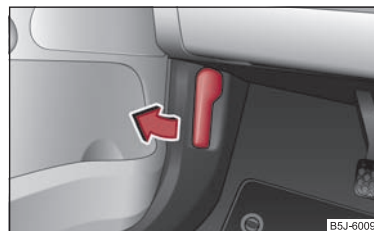

Fig. 12 Manette de déverrouillage du capot moteur
- Tirez sur la manette de déverrouillage sous le tableau de bord côté conducteur ⇒ fig. 12.